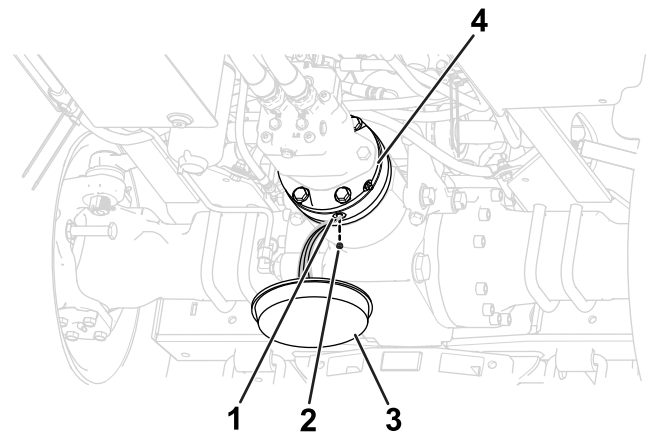

Bild 103
1. Stellen Sie eine Auffangwanne unter die Hydraulikbremse (Bild 103).
2. Entfernen Sie die Ablassschraube von der Ablassöffnung (Bild 103).
4. Bringen Sie die Ablassschraube in der Ablassöffnung an (Bild 103).